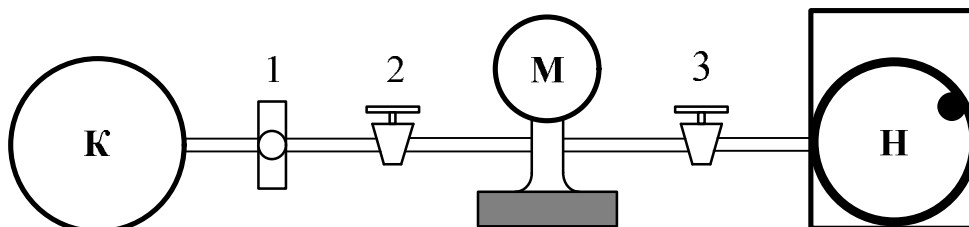

Рис. 1
2. Приєднайте кулю гумовим патрубком до манометра і відкачайте повітря з кулі насосом. Схема установки подана на рис. 1:  $K$  – куля,  $M$  – манометр,  $H$  – насос, 1, 2, 3 – крани. При відкачуванні прослідкуйте, щоб крани 1, 2, 3 були відкриті.